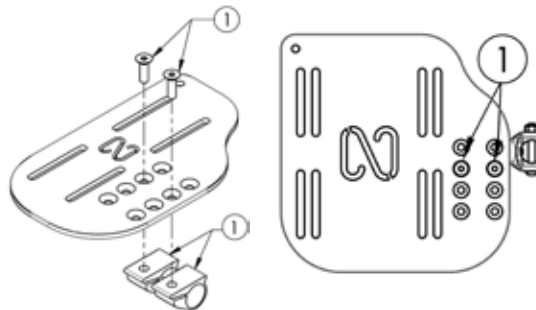

Fig. 24.3
- Desserrez les vis (1). (Fig. 24.3)
- Resserrez les vis fermement (1)